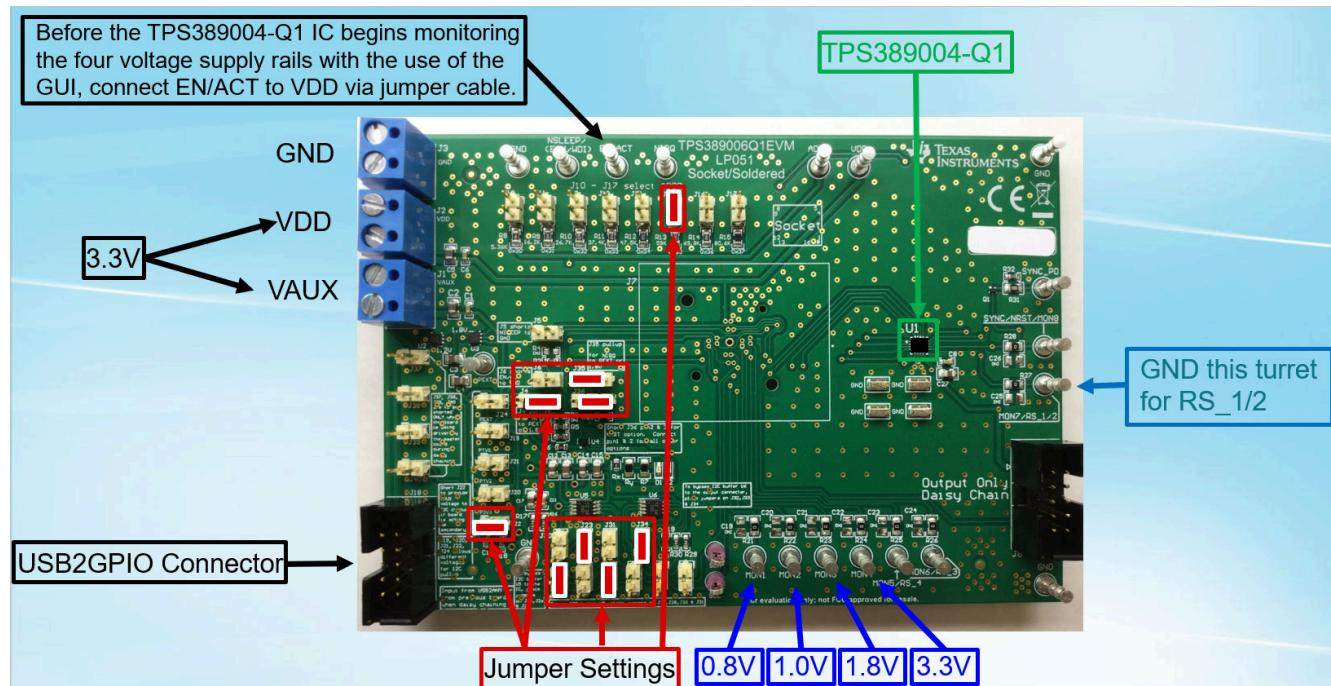

图 4-16. TPS389006Q1EVM 监控四个电压电源轨
下面的示例显示了一个 TPS389004-Q1，用于监控 TPS389006Q1EVM 上的四个电压电源轨。在评估 TPS389004-Q1 之前，请遵循 节 4.1.1 和 节 4.1.2 中的步骤。在此示例中，TPS389006Q1EVM 设置为在 ACT 引脚置为有效后监控多个电源轨。下面的图 4-16 显示了如何设置 TPS389006Q1EVM 来监控四个电压电源轨。
3. 验证 TPS389006Q1EVM 上的跳线设置 ( 在图 4-16 中以红色突出显示 ) 是否已设置。
6. 最终连接必须类似于 图 4-16。